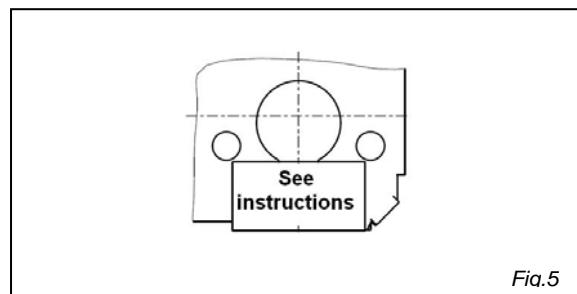
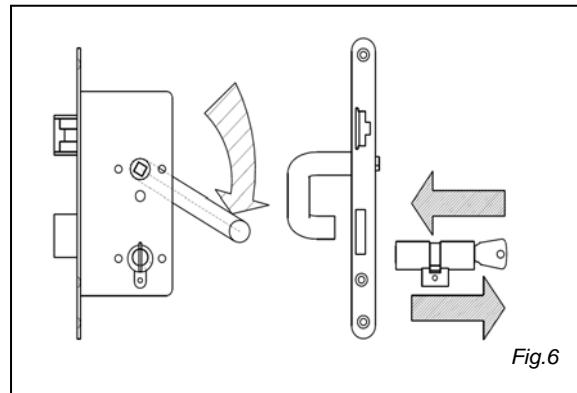

Fig.5
Fig.6
- Spécialité: Version pour suisse rond cylindre (Fig.5 et 6) faire le montage du cylindre ou le démontage seulement en poussant la bâquille (Fig.6).